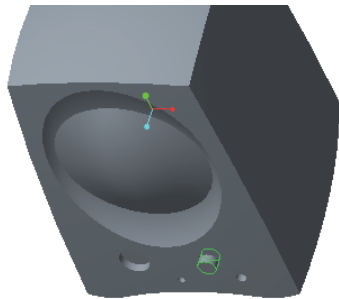

图 12-118 创建拉伸实体特征 2
6) 在“拉伸”选项卡中单击  (完成) 按钮，创建的拉伸实体特征 2 如图 12-118 所示。